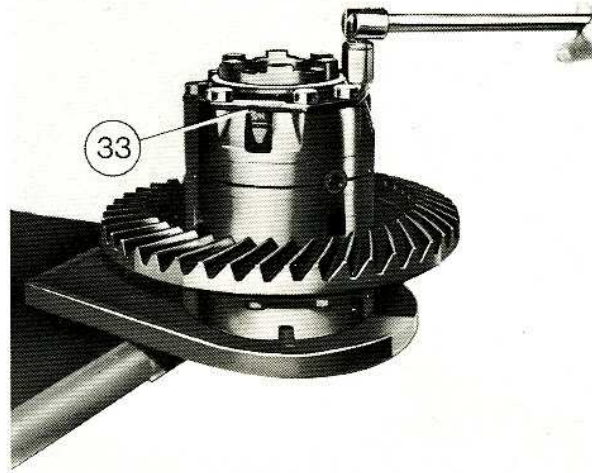

FIG. 44
3. Fig. 44. Placer le différentiel sur l'adaptateur comme indiqué puis déposer les 8 boulons (34A) fixant le carter droit et le chapeau (33) d'accouplement de crabotage.